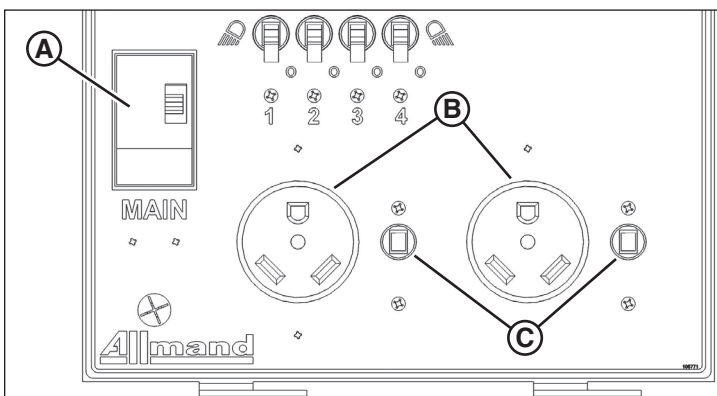

Figure 33
- Deux sorties VR (B, Figure 33), chacune protégée par un disjoncteur 30A (C), OU